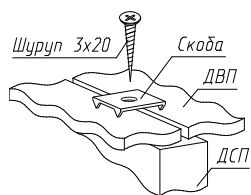
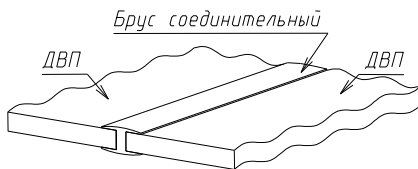

Рис.3
Рис.4
1. Собрать каркас шкафа по схеме сборки (рис. 3) с помощью евроинтов (рис. 1) и стяжек эксцентриковых (рис.2), предварительно установив фурнитуру, пластмассовые опоры (поз.59).
3. Закрепить задние стенки из ДВП гвоздями Ø1,2x20 по периметру с шагом 100мм и по углам шурупами Ø3x20, скрепками (поз.67)(рис. 3) и шурупами Ø3x20 в местах стыка на полках. Между собой задние стенки (поз.14) стыкуются соединительным брусом (рис.4).